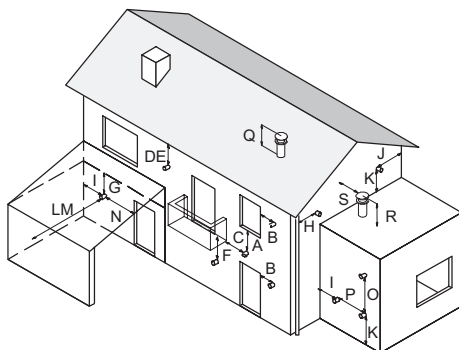

Figura 5.16
- e devono rispettare le distanze minime di Figura 5.16 ed eventuali norme nazionali e locali vigenti.